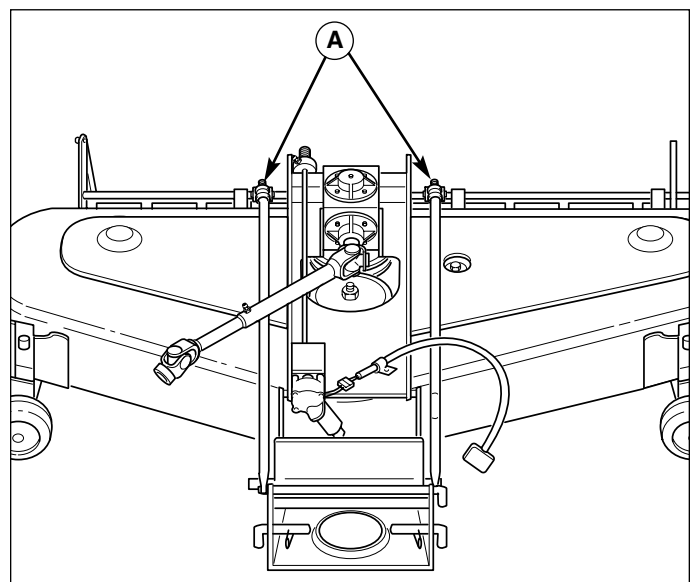

Figure 38. Mise à niveau longitudinale
3. Desserrer les deux écrous de blocage de chacun des bras (voir la figure 38). Régler les écrous de blocage des deux bras jusqu'à ce que la tondeuse soit de niveau ou que l'avant soit de 3 à 6 mm plus haut.